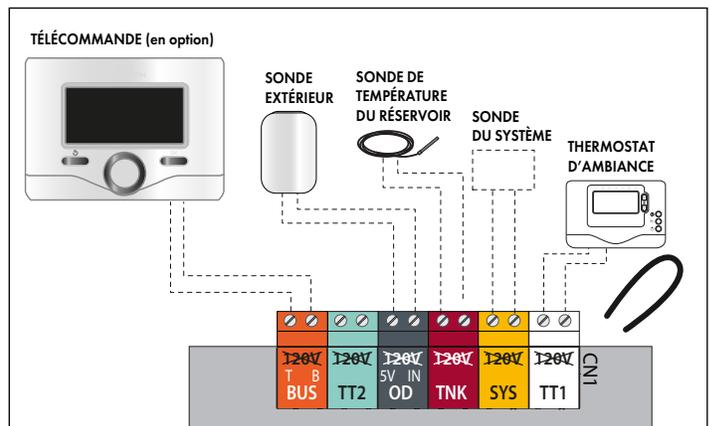

Figure 51 - Raccordements du câblage à basse tension
3. Raccordez les fils du thermostat d'ambiance aux bornes indiquées dans le tableau 19 et à la Figure 51.